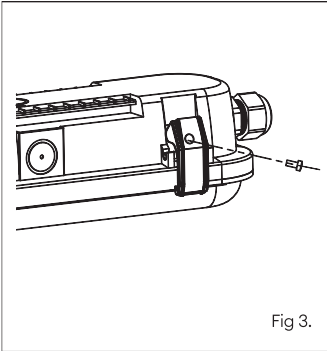

Fig 3.
9. Secure clips with anti-tamper screws (supplied) (Fig 3).
9. Sécurisez les clips avec les vis anti-effraction incluses (fig. 3).
9. Fissare le clip con le viti antimanomissione (in dotazione) (Fig. 3).